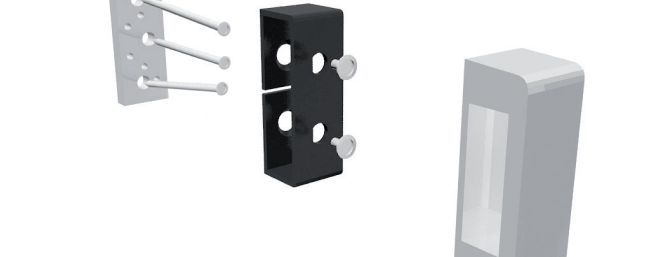

Abb. 20
- Montageplatte des Schließkastens an die markierte Schließkastenposition halten (Abb. 20).
- Bohrlöcher durch die Montageplatte anzeichnen (Abb. 20)
- Löcher für Rahmendübel Ø 10mm min. 140mm tief aufbohren (auf die Flucht der Aufnahmepunkte der Montageplatte achten, Abb. 20)
- Montageplatte mit Rahmendübel einsetzen und festschrauben (Abb. 20)
- Schließkasten mit Innensechskantschraube M8 x 20 oder M8 x 30mm (je nach Anzahl der Metallunterleger) fest verschrauben (Abb. 20).